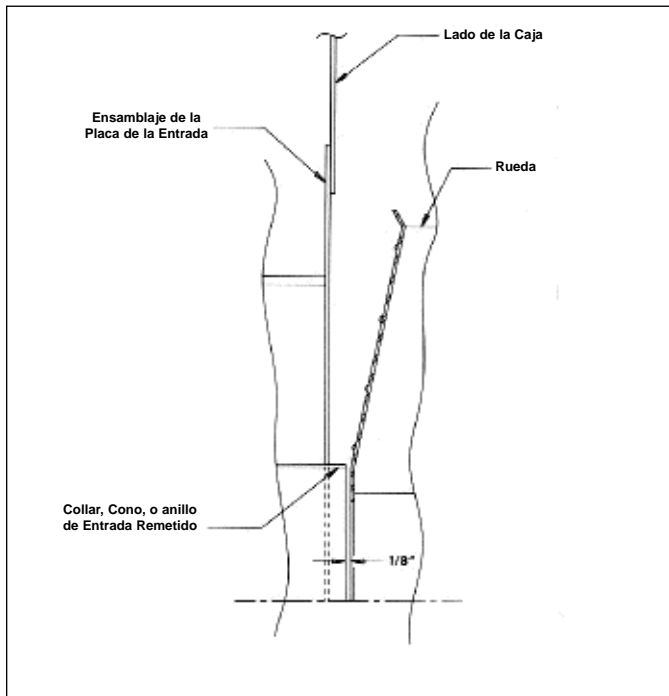

Figura 3
6. Cuando se esté instalando una rueda nueva, debe mantenerse el espacio libre apropiado de la rueda a la entrada (vea la Figura 3).